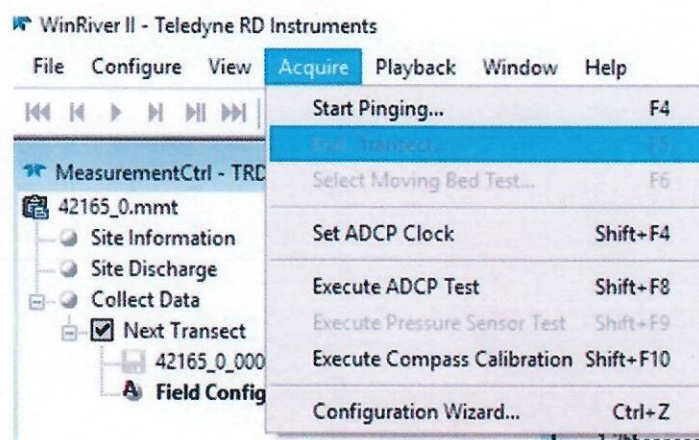

Fig. 18
- e) Când ajungem în malul opus a râului din meniul Acquire alegem opțiunea End Transect (fig. 18).